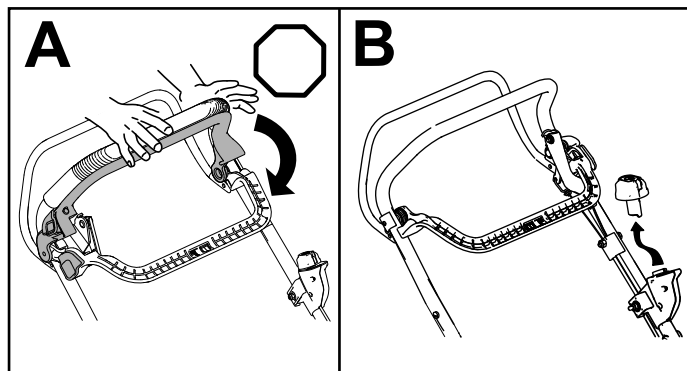

Figura 18
1. Rilasciate la barra di comando della lama (A della Figura 18).
2. Rimuovete il pulsante di avviamento elettrico dall'avviatore elettrico (B della Figura 18).